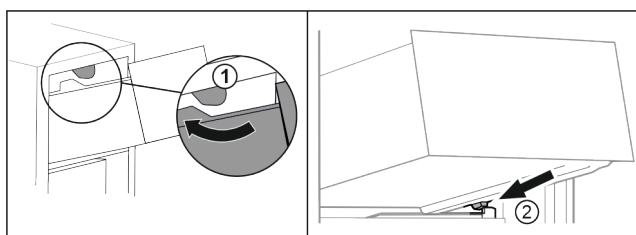

Fig. 112
- Far passare il cassetto sui fermi superiori. Fig. 112 (1)
- Applicare il cassetto inclinandolo dietro i fermi inferiori sulla nervatura del contenitore. Fig. 112 (2)